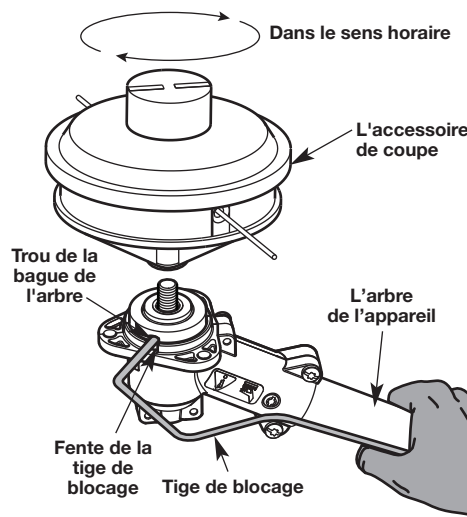

Fig. 8
4. En tenant la tige de verrouillage, retirez l'accessoire de la tête de coupe en la dévissant dans le sens horaire (Fig. 8). Rangez l'accessoire de la tête de coupe pour une utilisation ultérieure.